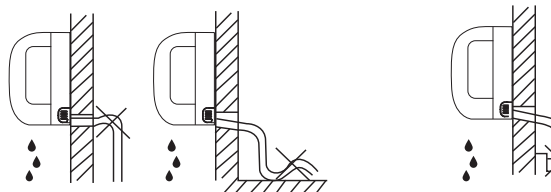

Рис. 5
Определите положение отверстия для трубопровода согласно схеме и отметкам на монтажной пластине. Просверлите одно отверстие $\varnothing 65$ мм с небольшим уклоном в сторону улицы (рис. 5).
1. Проведите дренажный шланг с уклоном наружу. Не допускайте ошибок, показанных на рис. 5.